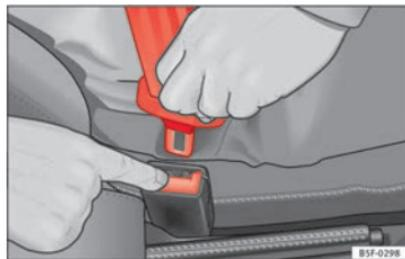

Fig. 12 Retirar la lengüeta del cierre del cinturón.
- Pulse la tecla roja que hay en el cierre del cinturón ⇒ fig. 12. La lengüeta del cierre es expulsada hacia fuera ⇒ .